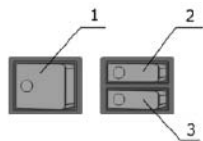

рис.2
7.2. Установите клавиши рис.2 включения вентилятора (рис.2 поз.1) и режимов (рис.2 поз.2,3) в положение «0».
7.4.1 Включение: Установить клавишу включения (рис.2 поз.1) вентилятора в положение «I», при этом начинает работать вентилятор и загорается подсветка клавиши.
7.5.1 Включение: Включить тепловентилятор в режиме вентиляции (п.7.4.1). Для работы в режиме 1 установить клавишу (рис.2 поз.2) включения режима 1 в положение «I», при этом загорается подсветка клавиши, и тепловентилятор работает с включением электронагревательных элементов на 1/2 мощности. Для работы в режиме 2 последовательно, после включения клавиши режима 1, установить клавишу (рис.2 поз.3) включения режима 2 в положение «II», при этом загорается подсветка клавиши, и тепловентилятор работает с включением электронагревательных элементов на полную мощность.
7.5.2 Выключение: Переключить последовательно клавиши (рис.2 поз.3 и 2) режимов в положение «0» (при работе в режиме 2) или только клавишу (рис.2 поз.2) режима 1 (при работе в режиме 1), при этом подсветка клавиши погасает. Дать поработать тепловентилятору в режиме вентиляции (режим 0) не менее 30 секунд для охлаждения электронагревательных элементов.